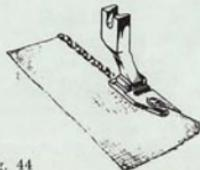

Fig. 44
c) ORLO A CONCHIGLIA (Fig. 44)